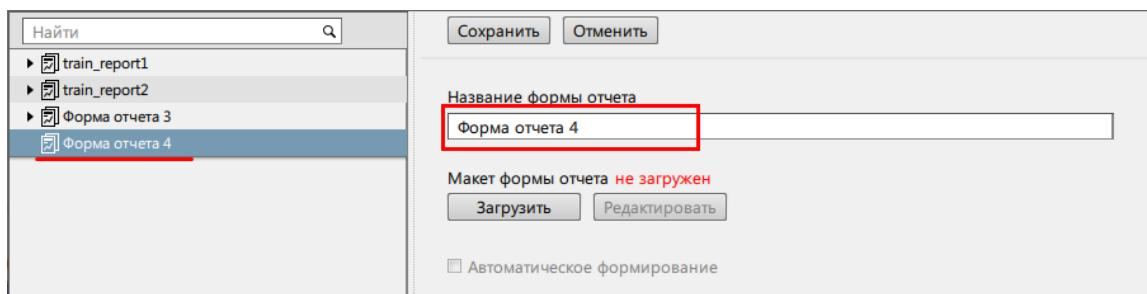

Рисунок 135 - Редактирование названия формы отчета
7. Измените название отчета, если необходимо (Рисунок 135).